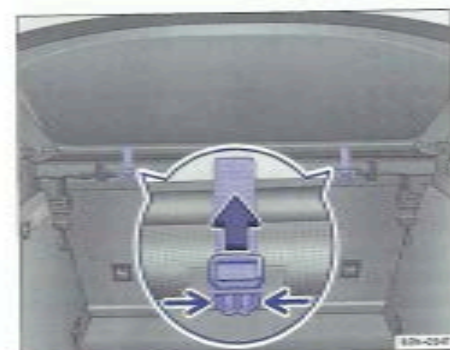

Fig. 97 Sous le couvre-coffre : retrait du filet de séparation hors des fixations.
- Comprimez les verrouillages ⇒ fig. 97 (petites flèches) et retirez du boîtier de verrouillage le pêne de la ceinture.
4. Placez le filet de séparation dans les fixations et séchez les fixations ⇒ fig. 97.